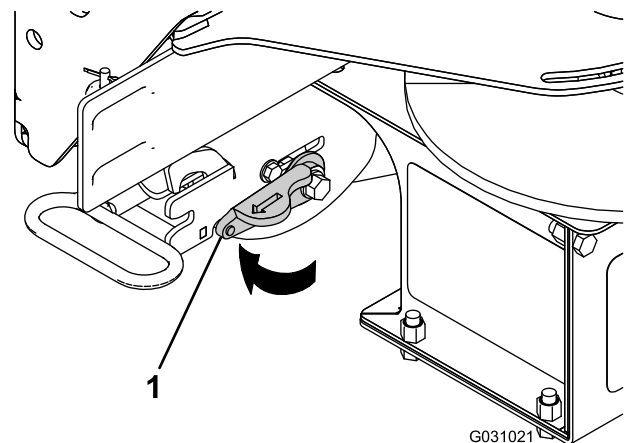

Figura19
5. Rotiți maneta de blocare de pe dispozitivul de atașare RT3 în poziția de DEBLOCARE (Figura19).